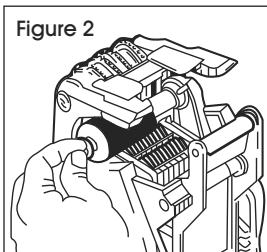

Figure 2
3. Tenez le nouveau rouleau encreur par sa tige. (Voir Figure 2)
4. Faites glisser le rouleau encreur sur le montant en l'enclenchant en place. (Voir Figure 2)